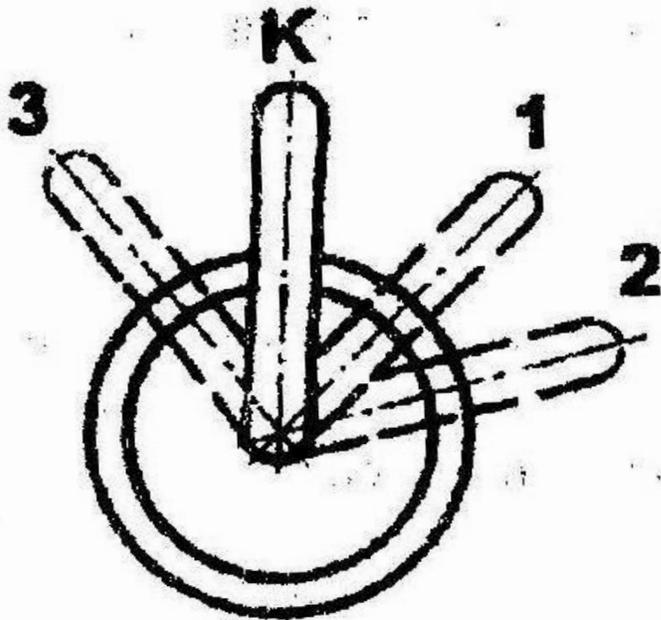

Рис. 43. Ключ стартера
- 5) установите ключ стартера в положение 1 (рис. 43). Проверьте по указателю уровень топлива в топливном баке;